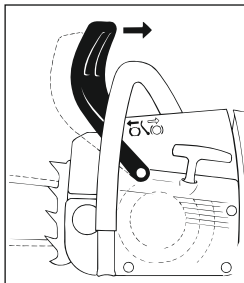

Рис. 62
- Защиту руки переместить к трубчатой рукоятке (рис. 62). Тормоз цепи разблокирован – бензопила готова к работе.